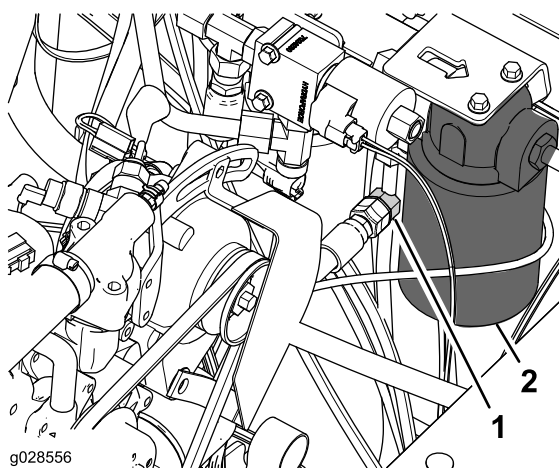

Рисунок 8
4. Снимите крышку с тройника в гидравлической трубке рядом с фильтром масла трансмиссии (Рисунок 8).
5. Подсоедините свободный конец шланга (3/8 x 55,6 дюйма) к тройнику (Рисунок 8) и затяните накидную гайку шланга с моментом от 37 до 45 Н·м.
7. Подсоедините свободный конец шланга (3/8 x 85,2 дюйма) к тройнику (Рисунок 8) и затяните накидную гайку шланга с моментом от 37 до 45 Н·м.